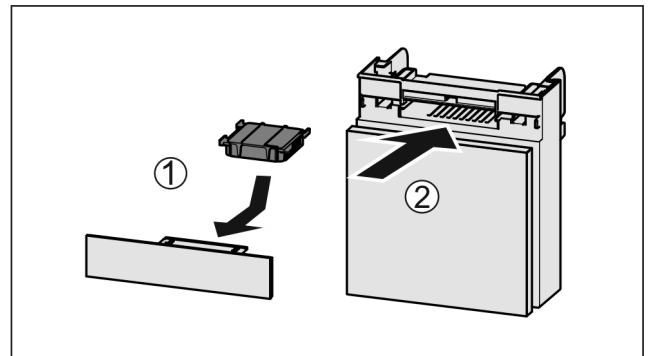

Fig. 115
- ▶ 按图装入 Fig. 115 (1) 活性炭过滤器。
- ▶ 推入 Fig. 115 (2) 抽屉。